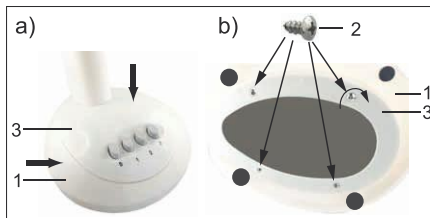

Fig.73: Montering af basen
1. Sæt soklen (3) med motorblokken og trykknapperne til indstilling af ventilationsstyrken i basen (1), fig. 73 a).